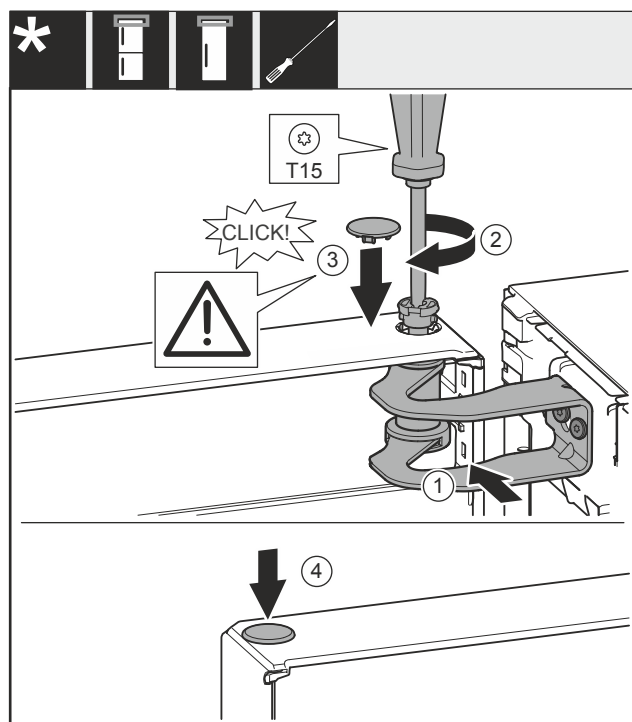

Fig. 54
- Dveře vyrovnejte s otvorem ve stojanu ložiska Fig. 54 (1).
- Vložte čep Fig. 54 (2) a pevně jej utáhněte šroubovákem.
- Nasad'te kryt Fig. 54 (3).
- Zkontrolujte, zda kryt Fig. 54 (3) doléhá na dveře.
- Nasad'te kryt Fig. 54 (4).